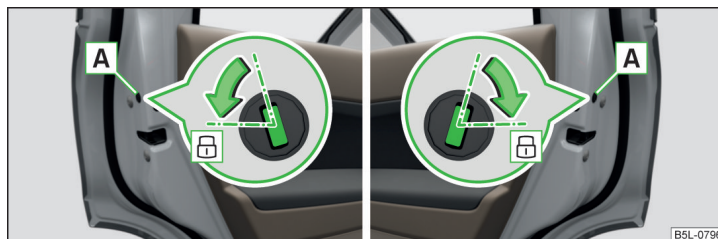

Fig. 186 Încuierea în regim de urgență: portiera spate stânga/dreapta
- Descindeți respectiva portieră spate și îndepărtați masca [A] » fig. 186.